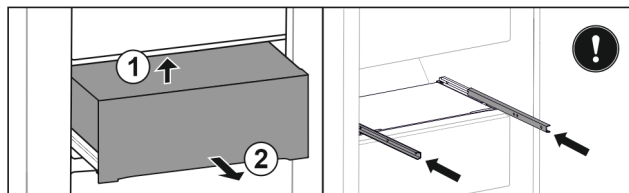

Fig. 29*
- ▶ Sollevare dal basso sul lato posteriore Fig. 29 (1)*
- ▶ Rimuovere tirando in avanti Fig. 29 (2)*